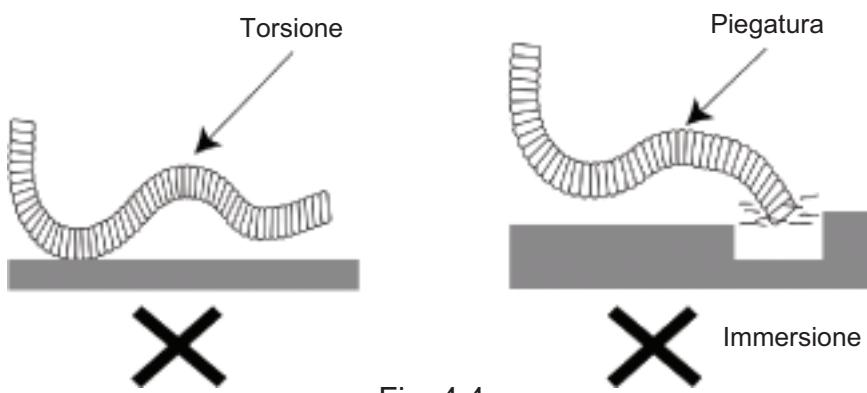

Fig. 4.4
- (1) Per un drenaggio adeguato, il tubo di scarico deve essere posizionato con pendenza verso il basso.
- (2) Non torcere o piegare il tubo di scarico, né immergere la sua estremità in acqua (Fig. 4.4).
- (3) Avvolgere il tubo di scarico con materiale termoisolante.
- (4) Non è consentito collegare il tubo della condensa al tubo di scarico o ad altre condutture che potrebbero provocare corrosione o peculiare odore, per impedire all'odore stesso di penetrare all'interno dell'ambiente e per evitare danni all'Unità.